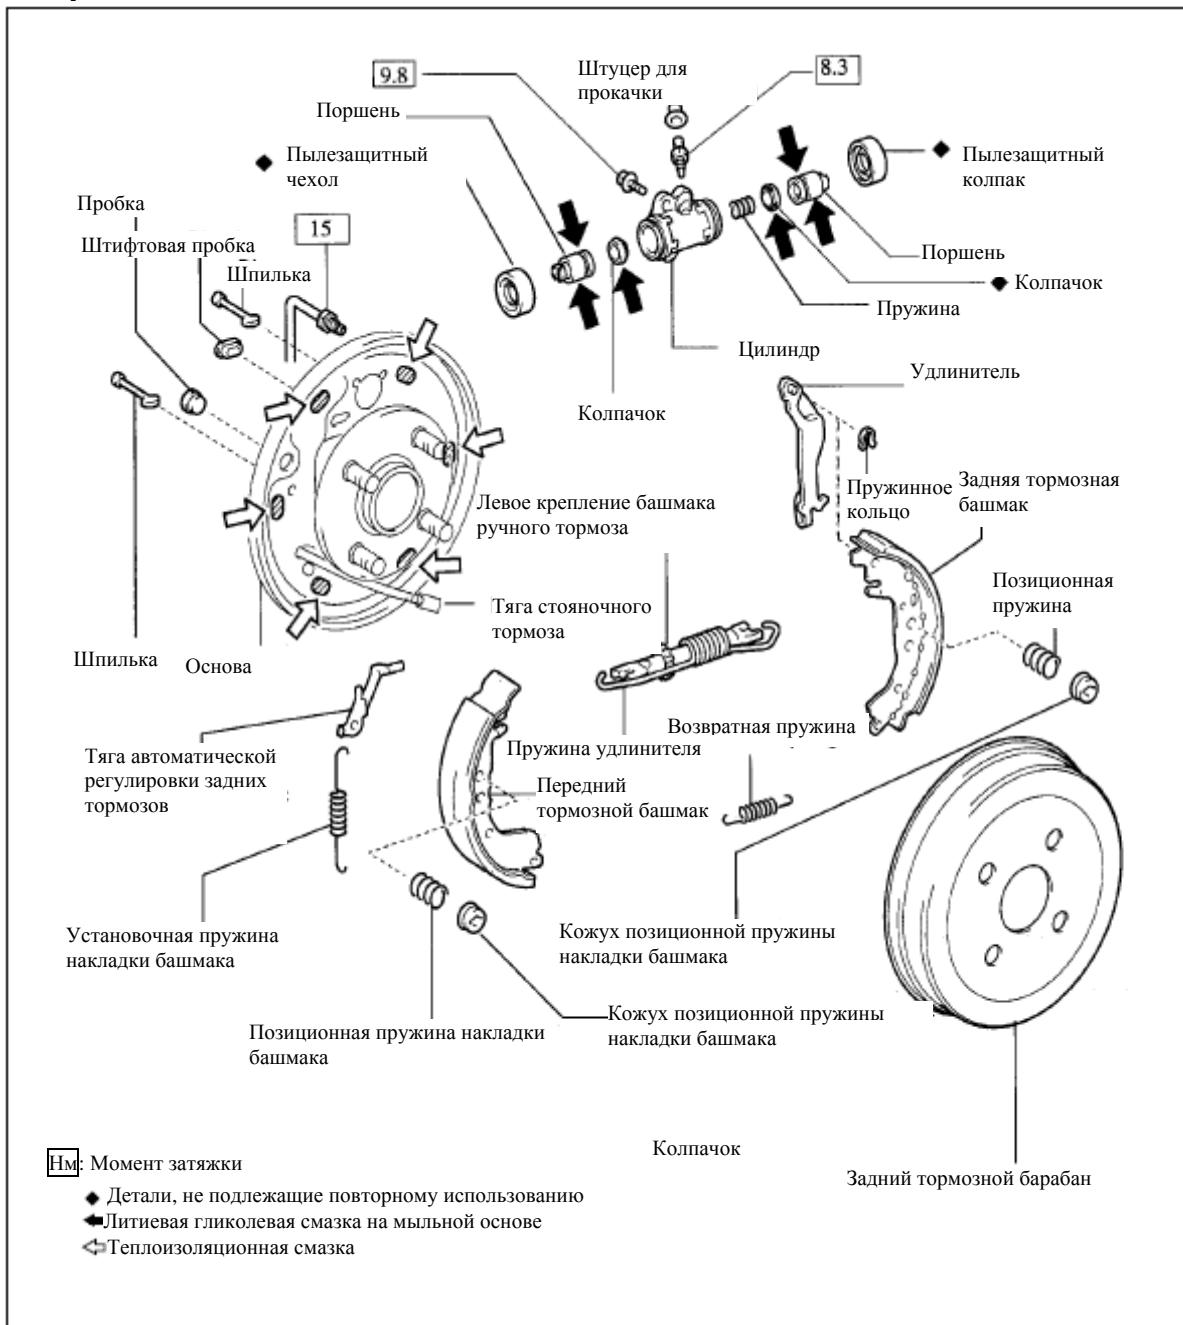

Рис. 288
(1) Установите тормозной цилиндр передних колес с помощью двух болтов.(рис. 288)Момент затяжки: 34 Нм.